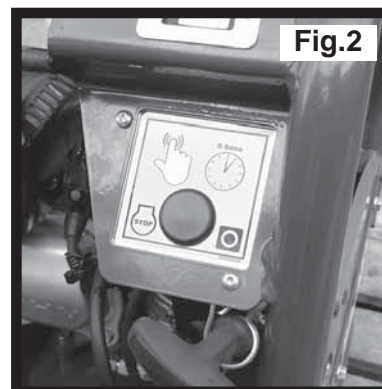

Fig.2
1. Om de motor te stoppen zet de gashendel in de ruststand (zie afb. 1) en druk vervolgens op de rode stopknop gedurende 5 seconden totdat de motor stopt (zie afb. 2).